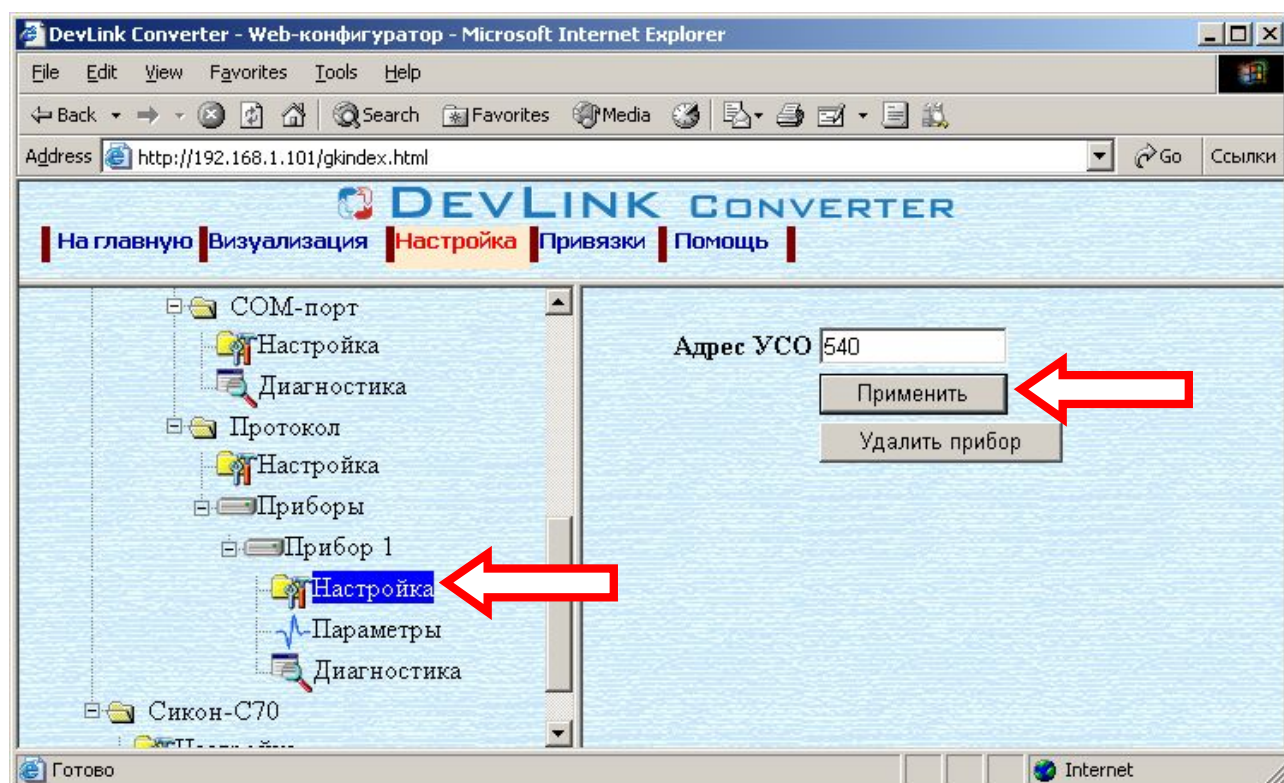

Рисунок 3.10 – Настройка прибора
- Выберите в дереве объектов *папку «Настройка» прибора* нужного канала драйвера (рисунок 3.10).
- Задайте необходимый *Адрес УСО* и нажмите кнопку «Применить» (рисунок 3.10).